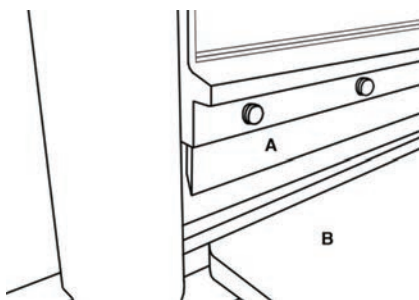

FIGURE 11
2. Una vez ya haya afilado o reemplazado la cuchilla, podrá re instalarla. Coloque la cuchilla en posición (Fig. 11-1) con el borde plano mirando hacia la mesa (Fig. 11-B). Asegúrese que la superficie de montura y la cuchilla se encuentren limpios, re instale la cuchilla con los siete tornillos con cabeza Allen removidos previamente, utilizando la llave hexagonal.